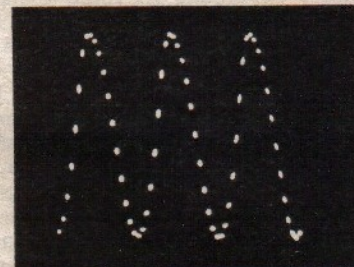

Abb. 2. Hellsteuerung d. Oszillogramms der Spannung mit unbekanntem Frequenz
Hierin ist N_{fx} die Anzahl der Perioden der unbekanntem Frequenz N_p die Anzahl der Hell-Punkte. In Abb. 2 war $f_n = 100$ Hz, $N_{fx} = 3$ und $N_p = 60$; hieraus ergibt sich nach (1) $f_x = 5$ Hz.